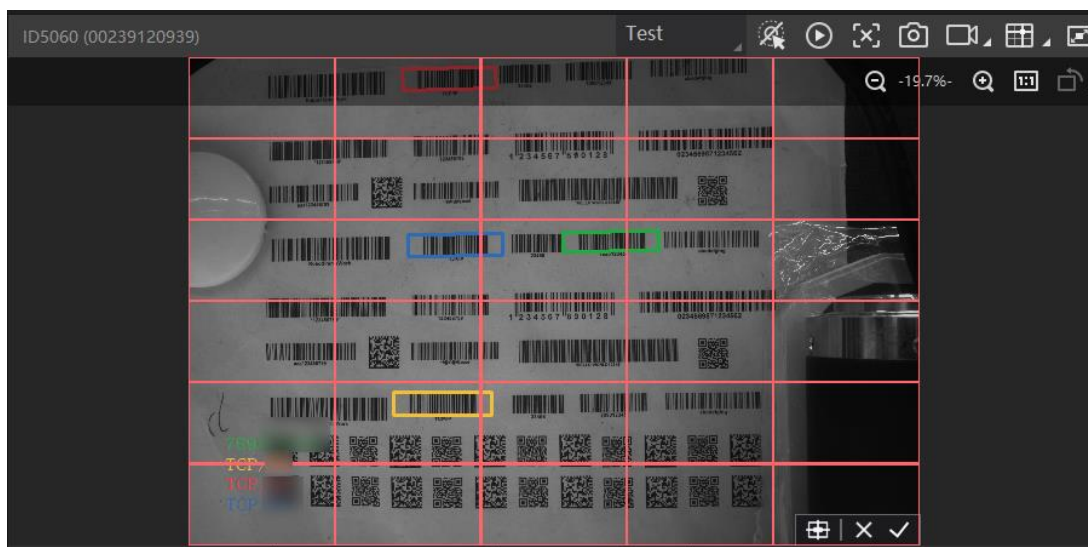

图3-38 棋盘格绘制 ROI
4. 此时预览窗口将展示设置的棋盘格 ROI 区域，如图 3-38 所示。通过如下操作，可以根据实际需求对 ROI 区域进行调整。调整完成后，点击 ☒，此时预览窗口生成棋盘格 ROI 区域，红色边框变为绿色。